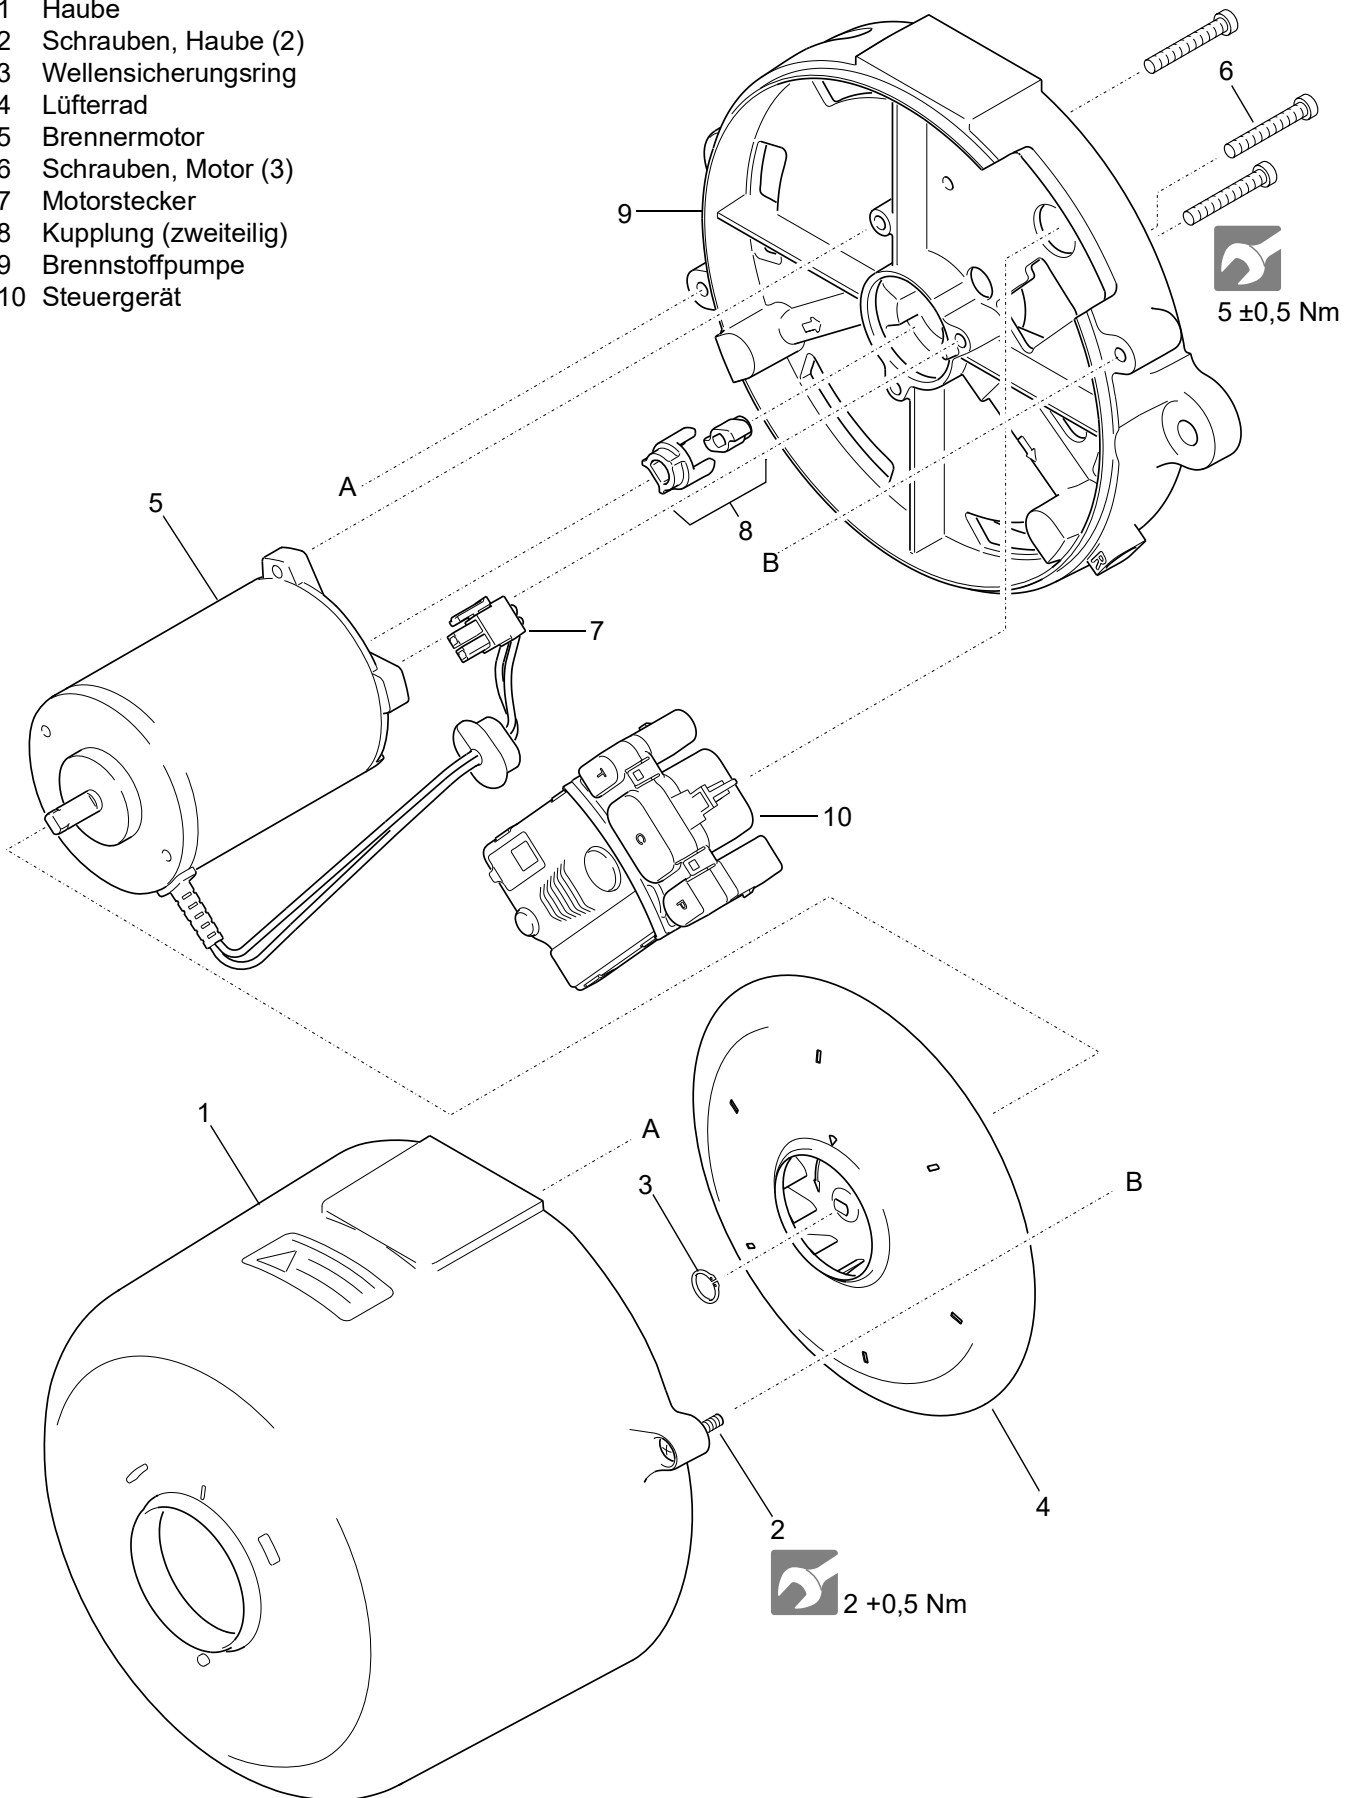

Abb. 804 Aus- und Einbau von Komponenten (1)
1. Schrauben (2, Abb. 804) lösen.
2. Haube (1) abnehmen.
1. Haube (1, Abb. 804) ansetzen und in Zusammenbau-lage bringen. Dabei auf Zentrierung und korrekten Sitz achten.
2. Schrauben (2) befestigen und anziehen.
3. Stecker des Brennermotors (7, Abb. 804) vom Steuergerät abstecken.
5. Lüfterrad (4) abbauen. Dazu mit geeigneter Zange den Wellensicherungsring (3) entfernen.
1. Kupplungsteil (8, Abb. 804) auf die Motorwelle aufstecken.
2. Motor (5) an der Brennstoffpumpe (9) positionieren.
3. Motor (5, Abb. 804) mit drei Zylinderschrauben (6) anschrauben. Zylinderschrauben anziehen.
4. Lüfterrad (4) anbauen. Wellensicherungsring mit geeigneter Zange befestigen.
3. Alle innen liegenden Steckverbinder (Motor, ggf. Düsenstockvorwärmung, Zündfunktengeber, Magnetventil) vom Steuergerät (10, Abb. 804) abstecken.
4. Zylinderschrauben (6) des Brennermotors (5) soweit lockern, dass das Steuergerät (10) herausgenommen werden kann.
5. Steuergerät (10) entnehmen.
1. Steuergerät (10, Abb. 804) an der Brennstoffpumpe (9) positionieren.
2. Zylinderschrauben (6) des Brennermotors (5) einschrauben und anziehen.
2. Scheibe (5), Staubschutzrohr (11) und Feder (10) vormontieren.
3. Scheibe (5) über die Zerstäuberdüse (1) und den
- Zündfunktengeber (7) auf den Düsenstock setzen. Das untere Ende des Staubschutzrohr (11) wird dabei auf die Linse des Flammwächters im Steuergerät (10, Abb. 804) geschoben. Scheibe in Position halten.
2. Alle innen liegenden Steckverbinder (Düsenstockvorwärmung, Zündfunktenggeber, Magnetventil) vom Steuergerät (10, Abb. 804) abstecken.
3. Steuergerät (10) entnehmen.
5. Kupplungsteil (8, Abb. 804) von der Welle der Brennstoffpumpe (9) abziehen.